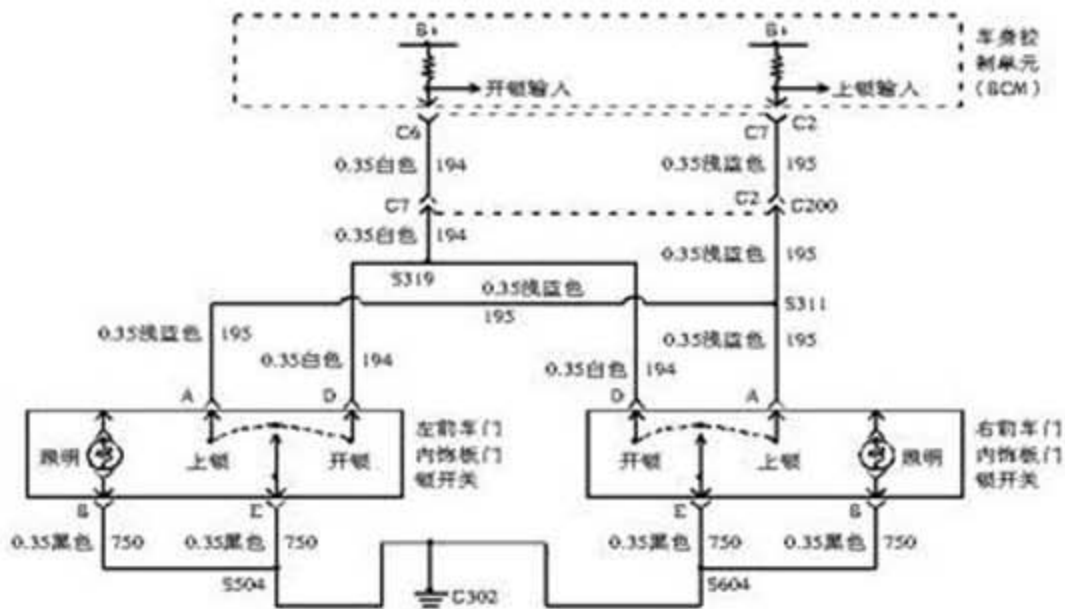
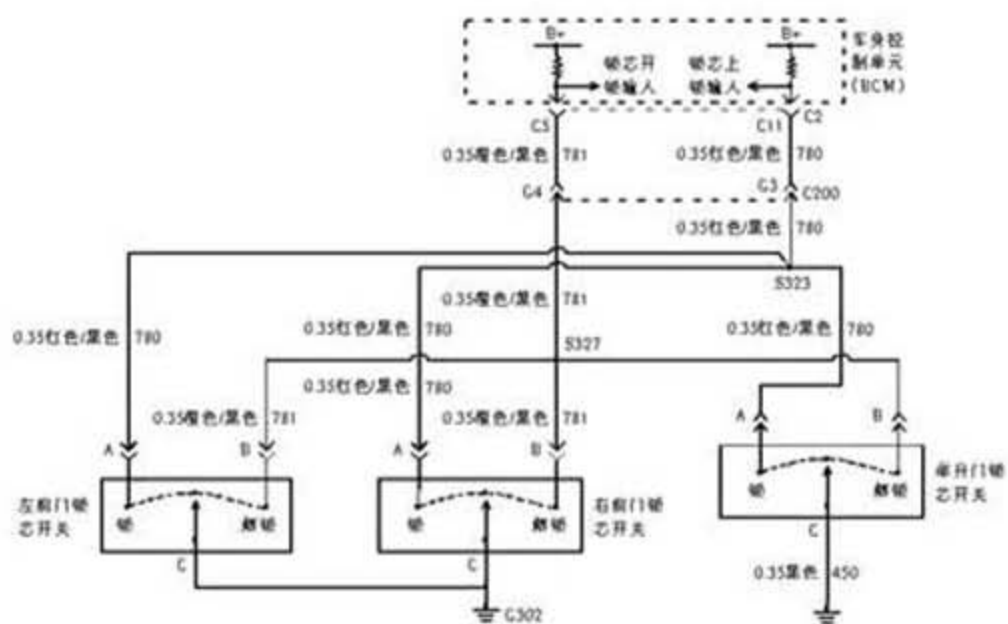

图3 门锁开关控制线路图
图4 锁芯开关控制线路图
- 2). 用门锁钥匙在左前门、右前门以及后行李舱门进行开锁和上锁时, 只能实现上锁而不能实现开锁, 按动左前门和右前门内饰板上的按键时, 所有车门均能实现上锁而不能实现开锁, 这应该是开锁信号未被送入 BCM, 因此应重点检查门锁信号的输入线路。拆下 BCM 上的线束插头, 用带正电的试灯探测 BCM 上的线束插头 C2 中的 C6 脚(图 3), 在不按动左前门和右前门内饰板上的开锁按键时试灯不亮, 按动开锁按键时试灯点亮, 这说明该线路不存在短路或接触不良的地方。用带正电的试灯探测 BCM 上的线束插头 C2 中的 C5 脚(图 4), 试灯点亮, 这说明左前车门、右前车门以及后行李舱举升门三者中的某个锁芯开关有故障或相关线路短路。